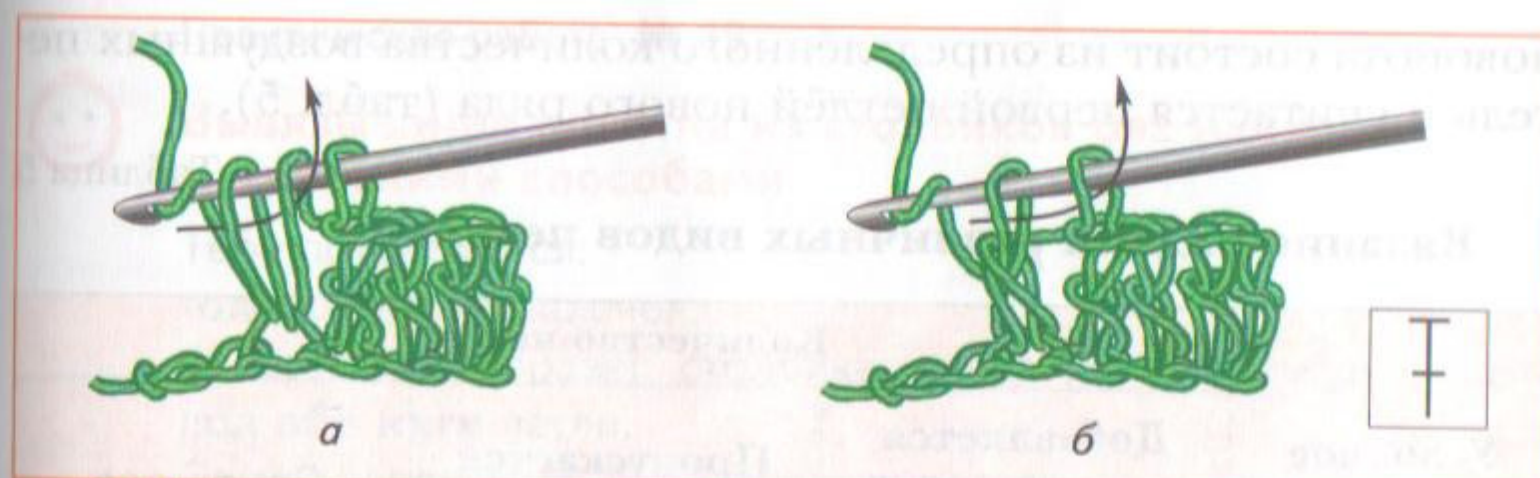

Рис. 114 Вывязывание столбика с накидом (изображение и условное обозначение)
*Столбик с накидом* в два раза выше, чем столбик без накида. Выполнить его несложно. Накинув нитку на крючок, его вводят в четвёртую от начала цепочки петлю. Подхватив с пальца рабочую нить, накидывают её на крючок и протягивают только через эту воздушную петлю. На крючке находятся три петли. Ещё раз берут крючком нитку с пальца и протягивают её через две воздушные петли (рис. 114, а). На крючке остались две петли. Ещё раз берут крючком нитку с пальца и протягивают её через эти две петли (рис. 114, б). Получился столбик с накидом (ст. с/н). Чтобы вывязать нужное количество таких петель, повторяют вязание на оставшихся воздушных петлях до конца ряда.